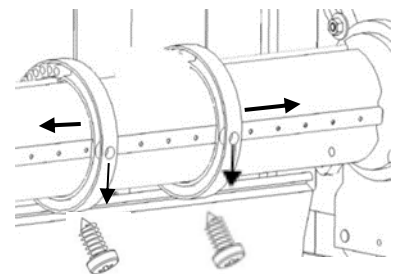

Figure 7
- Dévisser les vis TCB 4.2 x 13 qui maintiennent les bagues sur l'axe puis les écarter (*Figure 7*)